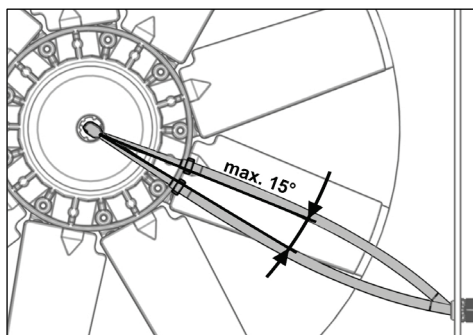

Fig. 31
- Contrôler la tension et retendre le flexible de refoulement si nécessaire (voir Fig. 31).